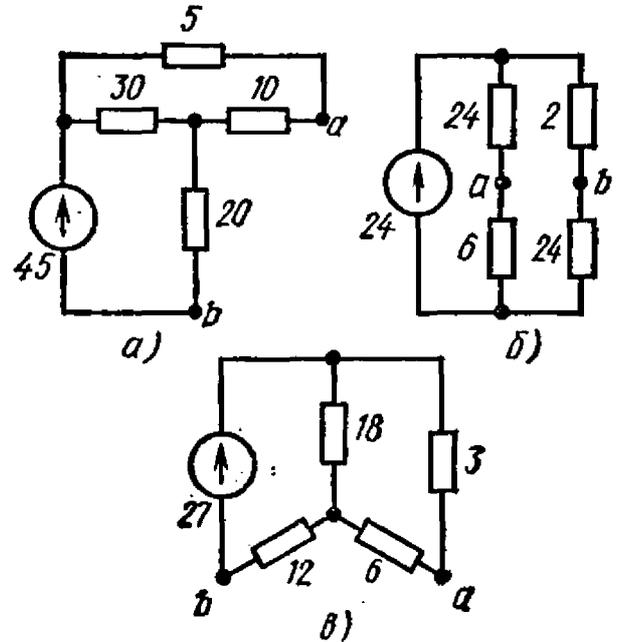

Рис. 1.38
1.38*. Определить U_{ab} и I_{kab} в схемах рис. 1.38, а—в. Величины э. д. с. указаны в вольтах, сопротивления резисторов — в омах.